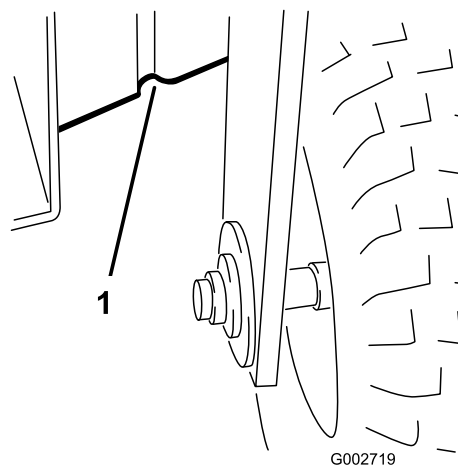

Figura 18
- Față - sub cadru, în spatele roii față (Figura 18).